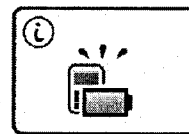

Figura 4.5 Pantalla Carga del recargador completa.
3. Una vez finalizada la sesión de carga, aparecerá la pantalla **Carga del recargador completa** (Figura 4.5).